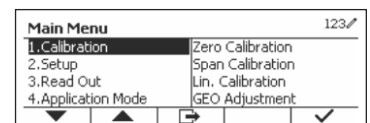

Figure 21
- Exercez une pression longue sur le bouton  pour accéder au menu principal. Sélectionnez le menu « Calibration » (Étalonnage) en appuyant sur le bouton multifonction correspondant à l'icône ✓. (Voir Figure 21)